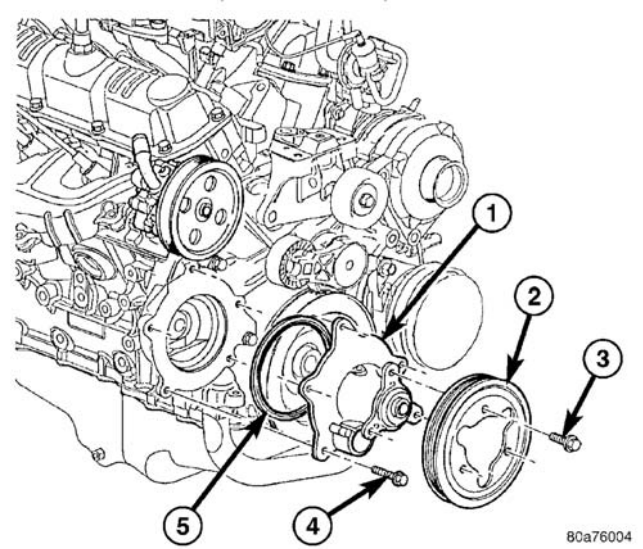

图 27 水泵-3.3/3.8 升发动机
水泵具有一个模铸铝泵体和一个塑料叶轮。水泵用螺栓直接安装在正时链轮盖上，并用橡胶密封圈来密封（图 27）。它靠附件驱动皮带来驱动。
- （4）卸下水泵皮带轮固定螺栓（图 27）。
- （3）将水泵与皮带轮安装在正时链轮盖上（图 27）。将水泵螺栓拧紧至 12N·m（105in.lbs.）。
- （4）确定皮带轮在水泵轮毂上的位置。装上螺栓并拧紧至 28N·m（250in.lbs.）（图 27）。